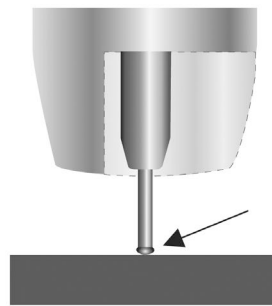

Fig. 13
1. Le fil approche de la pièce à travailler et touche celle-ci, produisant ainsi un court-circuit entre le fil et le métal de base. Puisqu'il n'existe aucun jeu entre le fil et le métal de base, aucun arc n'est produit et le courant traverse le fil (fig. 13).